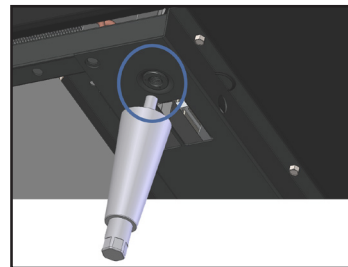

Fig. 3. Localisez le trou fileté dans le rail.
1. Accédez au bas de l'armoire en la couchant avec précaution sur face arrière. Localisez et dévissez les pattes de mise à niveau des inserts filetés de 2,7 mm (1/2"). Voir Fig. 3.